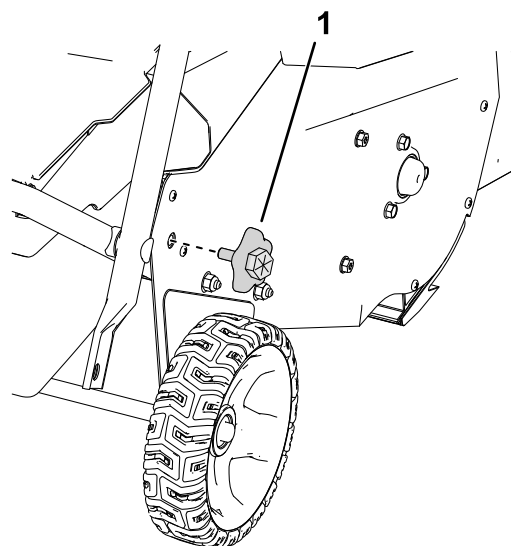

Figura 4
4. Retire los pomos del manillar inferior de ambos lados de la máquina (Figura 4).